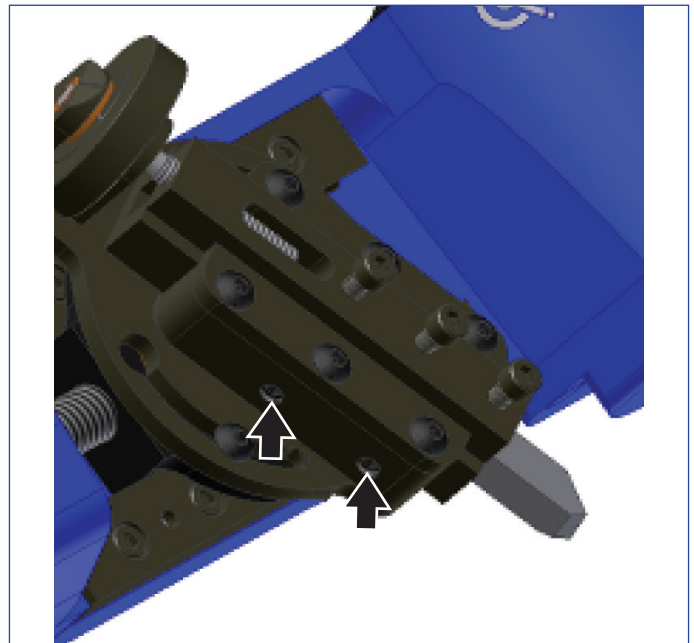

Abb. 8
6. Entfernen Sie eine eventuelle Neigung im Werkzeug, indem Sie die Werkzeugblock-Einstellschrauben einstellen (siehe Abb. 8). Ziehen Sie die Einstellschrauben leicht an oder lösen Sie sie leicht, bis die Tiefeneinstellschraube sich frei dreht, aber nicht schwer zu drehen ist.
Einstellschrauben mit Messingspitze einstellen (siehe Abb. 8).